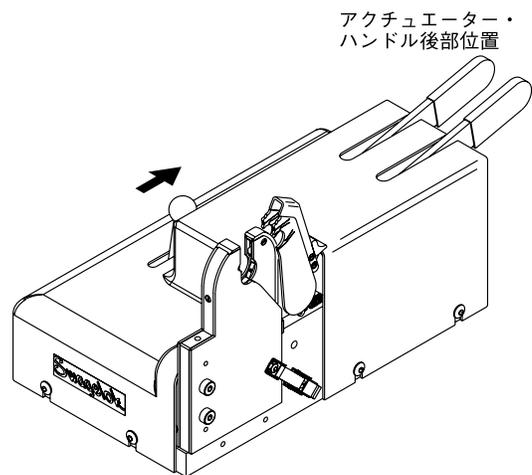

図 31 : ウェルド・ヘッドを「tool exchange (ツール交換)」位置に移動させる
2. ツール交換レバーを後方に押し固定しながら、両方のハンドルを最後部の位置まで押します。ハンドルが後部位置に来たらツール交換レバーを離し、ハンドルを「tool exchange (ツール交換)」位置に固定します。図 31 をご参照ください。